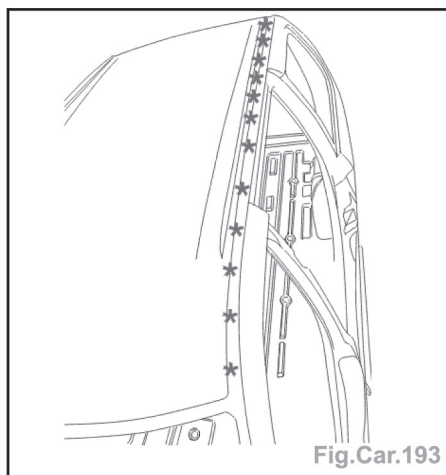

Fig.Car.193
- Ôter les rivets de la partie latérale (12 rivets / côtés) en commençant par l'avant du véhicule et sur les 2 cotés (Fig.Car.193).